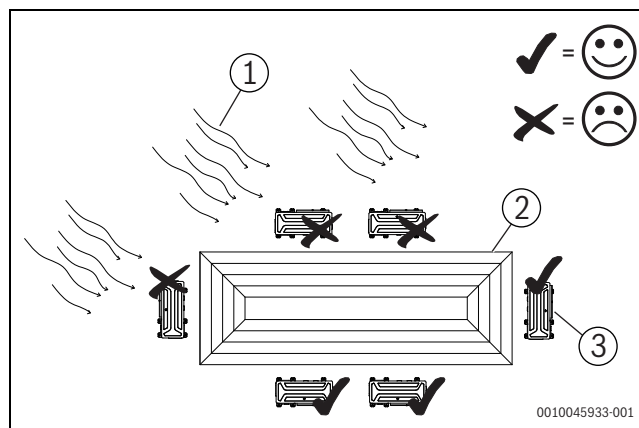

Fig. 1
- ▶ Si hay instalada una unidad exterior en un lugar expuesto con frecuencia a fuertes vientos como la costa o en una planta alta de un edificio, asegurarse de que el ventilador funcione normalmente utilizando un conducto o una pantalla de protección contra el viento (fig. 1)